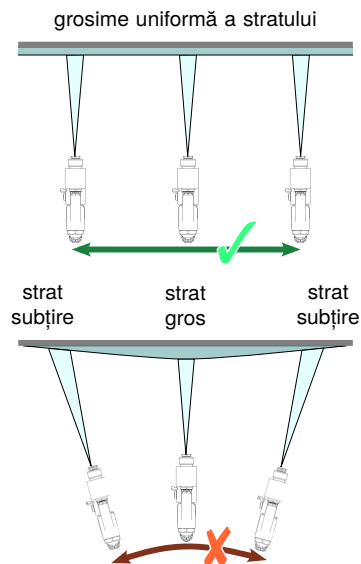

fig. 11: Ghidajul pistoalelor de stropit
- ▶ Aveți grijă ca viteza deplasării să fie uniformă și îndreptați pistolul de stropit paralel cu suprafața de acoperit. Mișcarea pistolului de stropit cauzează o acoperire neuniformă (vezi fig. 11).